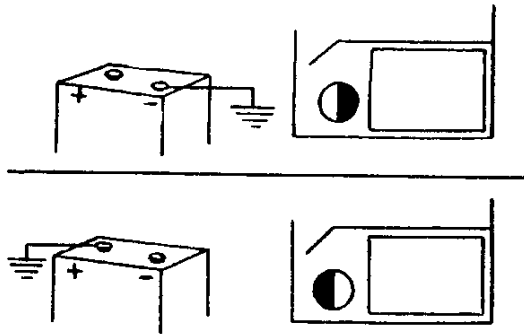

Fig. 1 D2893
L'appareil est polarisé, pour le branchement, voir figure 1.
**Avant le montage dans une voiture automobile, on doit donc toujours vérifier la nature du pôle de l'accumulateur du démarreur qui est relié au châssis et placer le vibreur dans l'appareil conformément au résultat de cette vérification (fig. 1).**